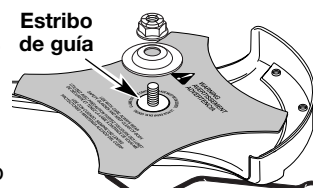

Fig. 11
5. Verifique que la cuchilla de corte esté centrada en el estribo de guía y quede plana contra el buje del eje de salida (Fig. 11).